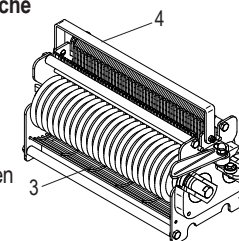

Abb. 6.2.3
- Fügen Sie die Kämmen zum Schaben ein (Ref. 3 Abb. 6.2.3)
- Den Korb mittels des Griffes bewegen (Ref. 4 Abb. 6.2.3)